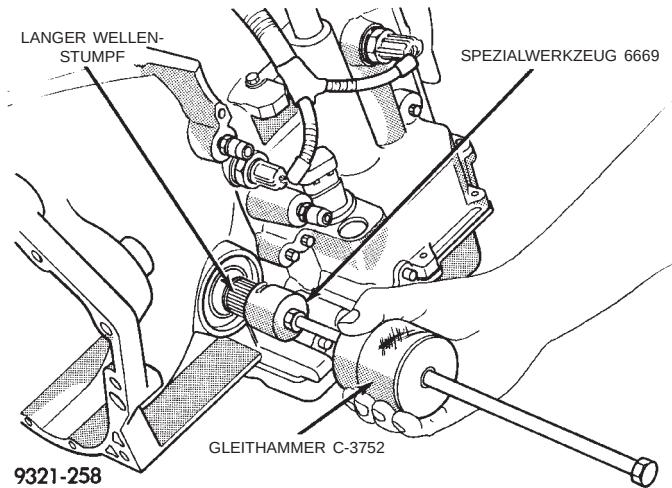

Abb. 47 Langen Wellenstumpf ausbauen
- (1) Getriebe aus dem Fahrzeug ausbauen. Siehe Ausbau und Einbau des Getriebes in diesem Kapitel.
- (2) Ventilgehäuse vom Getriebe abbauen.
- (3) Magnetventil-Steckverbinder vom Getriebegehäuse abziehen.
- (4) Langen Wellenstumpf aus dem Getriebe ausbauen (Abb. 47).